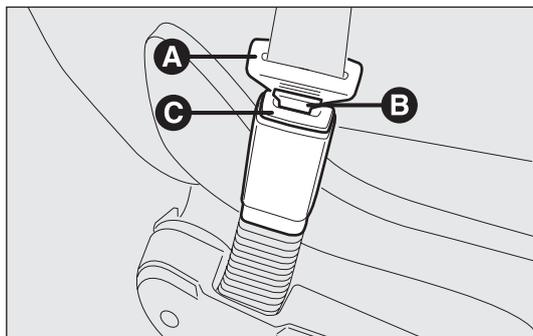

fig. 137
### IMPIEGO DELLE CINTURE DI SICUREZZA fig. 137
**Non premere il pulsante C-fig. 137 durante la marcia.**